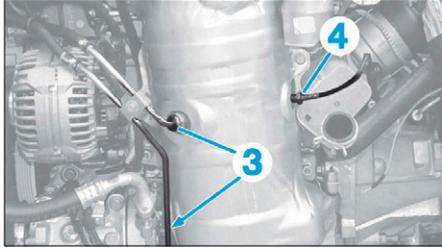

FIG. 5
- les canalisations de pression des gaz d'échappement (3) (Fig.5),
- la sonde de température des gaz d'échappement (4),